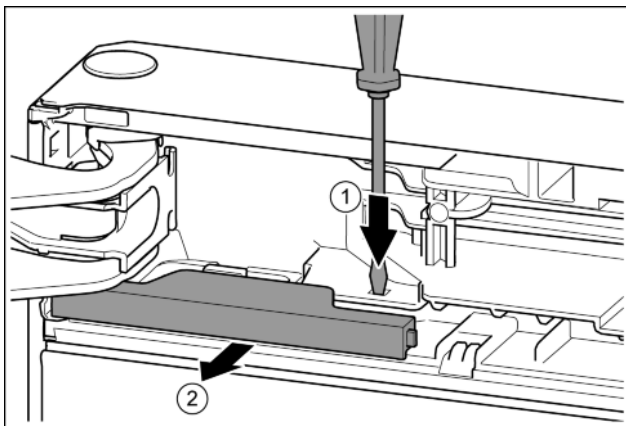

Fig. 9
- ▶ Lip met de sleufschroevendraaier indrukken. Fig. 9 (1)
- ▶ Afdekking uit de vergrendeling trekken. Fig. 9 (2)